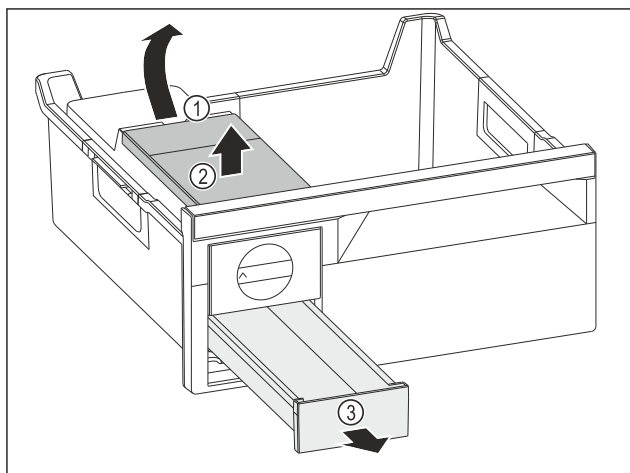

Fig. 153
- Vyjmutí nádržky na vodu: Zvedněte nádržku na vodu za vybrání Fig. 153 (1).
- Nádržku na vodu Fig. 153 (2) vyjměte nahoru.
- Zásuvku na kostky ledu Fig. 153 (3) vyjměte dopředu.